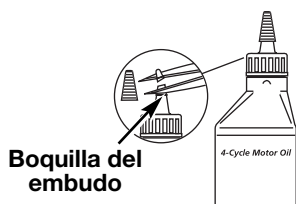

Fig. 1
Su unidad trae una botella de aceite SAE 30 SF, SG, SH de 90 ml (3,04 onzas fluidas) (Fig. 1).
- Desenrosque la tapa de la botella de aceite y retire el sello de papel que cubre la apertura. Vuelva a colocar la tapa. Corte la punta de la boquilla del embudo (Fig. 1).
1. Empuje la manija en D hacia abajo sobre el bastidor del eje de modo que la manija se incline hacia adelante del mango del eje (Fig. 1). El orificio del perno cuadrado de la manija queda hacia la derecha.